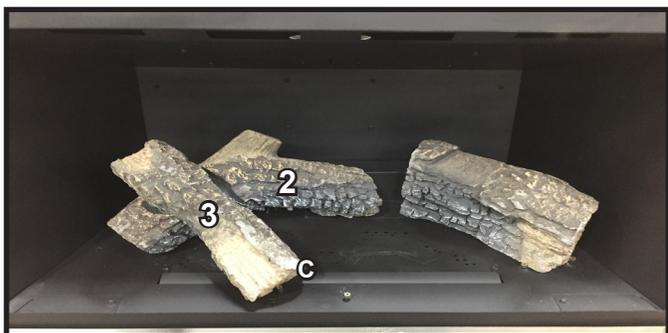

Figure 5 Bûche n°3 installée
**BÛCHE N° 3** : Avec la plus grande partie tournée vers l'avant de la boîte à feu, placez le centre de l'extrémité de la bûche n°3 contre la broche C et l'autre extrémité de la bûche sur la zone plane de la bûche n°2. Voir la figure 5.